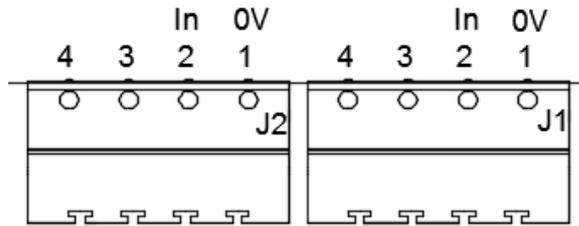

Abbildung. 4.2: MPCB-IN01 Karte (Analogsignalanschluss)
- 2) Schließen Sie(*) das geregelte analoge externe Signal gemäß Abbildung 4.2 an die MPCB-IN01-Karte an.